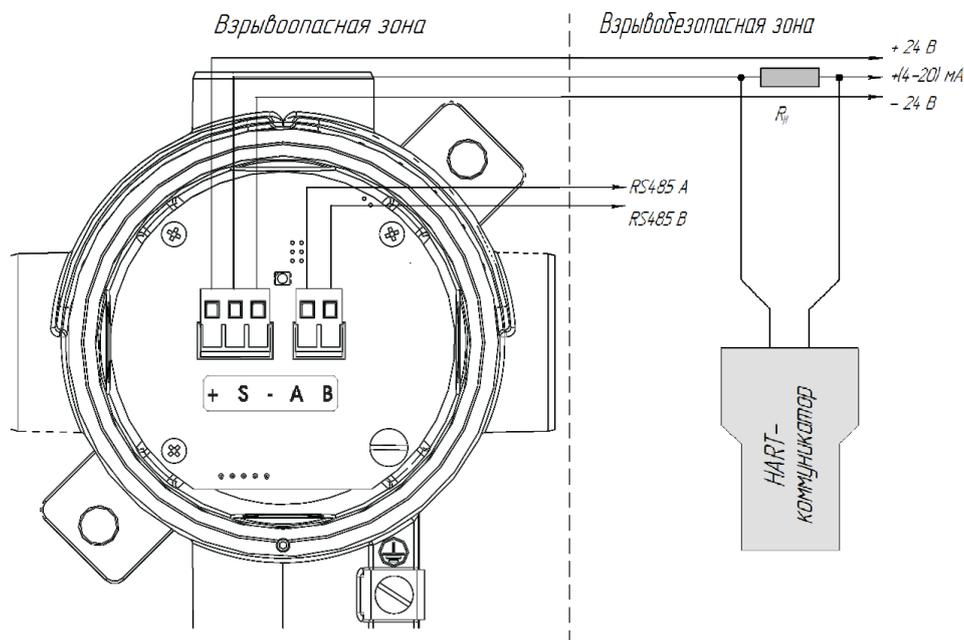

Рисунок 7– 3-проводная схема подключения газоанализатора ДГС ЭРИС-210 с подключением HART по токовой петле
- Подключения проводов кабеля производить в соответствии с назначением (рис. 7).